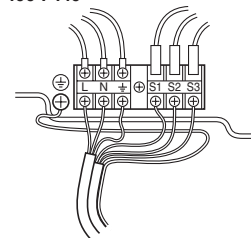

Fig. 6-2
6.1. Наружный прибор (Fig. 6-1, Fig. 6-2)
- ① Снимите защитную панель.
- ② Подсоедините кабели, как указано на рис. 6-1 и рис. 6-2.